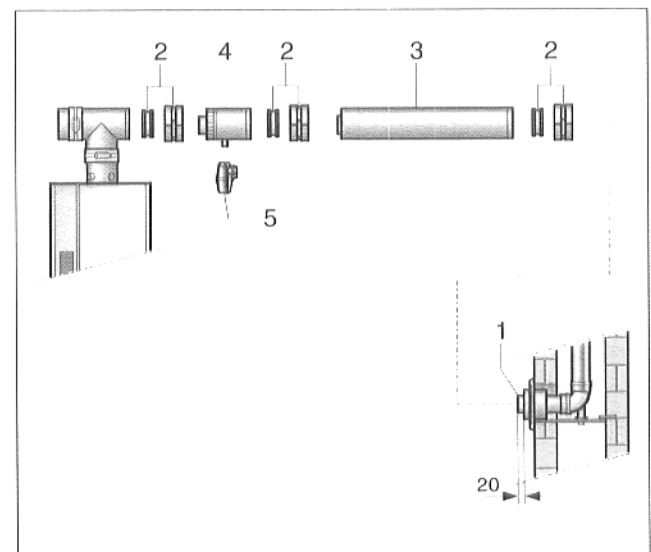

Abb. 27 Montage der Verbindung Kessel – Schornstein mit Grundbausatz GA-K (GB112 W/WT und Linea als Beispiel)
- Rohr (Abb. 27, Pos. 1) auf Maß 20 mm kürzen.
- Kondensatablauf und Siphon (Zubehör bei GB112 W/WT und Linea, Abb. 27, Pos. 4 u. 5) zusammenstecken und mit Revisions-T-Stück verbinden. Verbindungsstelle mit Silikonmanschette und Klemmband (Zubehör bei GB112 W/WT und Linea, Abb. 27, Pos. 2) verschließen.
- Mit weiteren konzentrischen Rohren (Abb. 27, Pos. 3) Verbindung zum Schornstein herstellen. Verbindungsstellen mit Silikonmanschette und Klemmband verschließen.